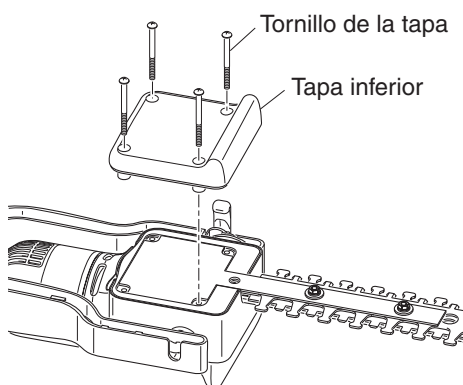

Figura 17 - Retiro de la tapa inferior de la cabeza de la podadora
2. Coloque la podadora de pértiga al revés sobre una mesa de trabajo y retire los cuatro (4) tornillos de la tapa inferior. Retire la tapa inferior (vea la Figura 17).